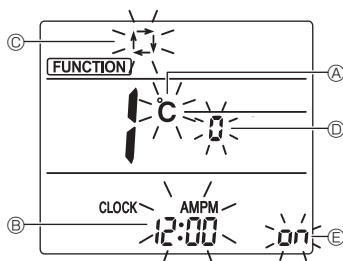

Fig. 4-11
- Vérifiez que la fonction n° "1" est affichée puis appuyez sur la touche ③.
- L'écran Réglage de l'affichage s'affiche. (Fig. 4-11)
- Appuyez sur la touche ④ pour changer le n° de fonction.
#### 4.13.2. Changement de l'unité de température (Fig. 4-11 (A))
- Appuyez sur la touche ⑤.
- À chaque pression sur la touche ⑤, le réglage change entre °C et °F.
#### 4.13.3. Changement de l'affichage de l'heure (Fig. 4-11 (B))
- Appuyez sur la touche ⑥.
- À chaque pression sur la touche ⑥, le réglage change entre et .
#### 4.13.4. Changement du mode AUTO (Fig. 4-11 (C))
- Appuyez sur la touche ⑦.
- À chaque pression sur la touche ⑦, le réglage change entre et .
#### 4.13.5. Changement du n° de paire (Fig. 4-11 (D))
- Appuyez sur la touche ④.
- À chaque pression sur la touche ④, le n° de paire 0-3 change.